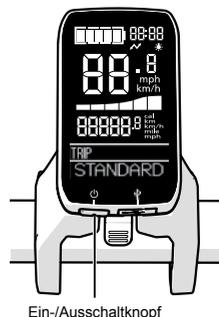

Abb. 2
- 2) Drücken Sie den Ein-/Ausschaltknopf an der Anzeigeeinheit. (Abb. 2)